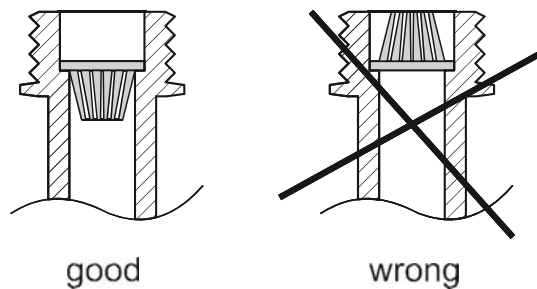

Fig. 9
5. Installeer het filter in de verwarmingsinlaat met de mand naar beneden (fig. 9)